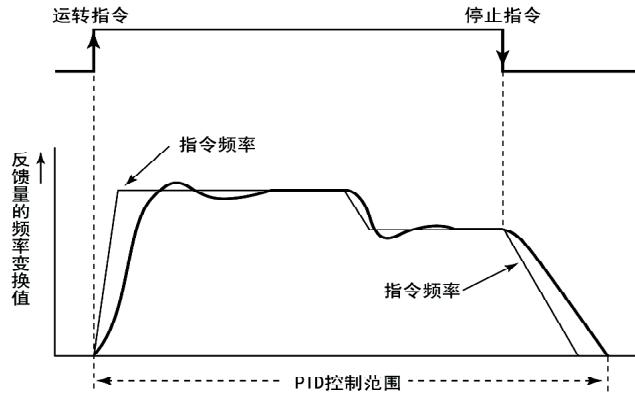

图7-4
- 实际的运转动作实例如图7-4所示。输入变频器的运转指令，进入加速动作，同时开始PID控制。指令频率将随着加速动作，按照现在有效的加速时间慢慢地设定的频率。指令频率与反馈频率的偏差值经过PID运算的结果，输出频率让反馈信号跟踪指令值不断变化。恒速时、减速时也同样地进行PID控制。